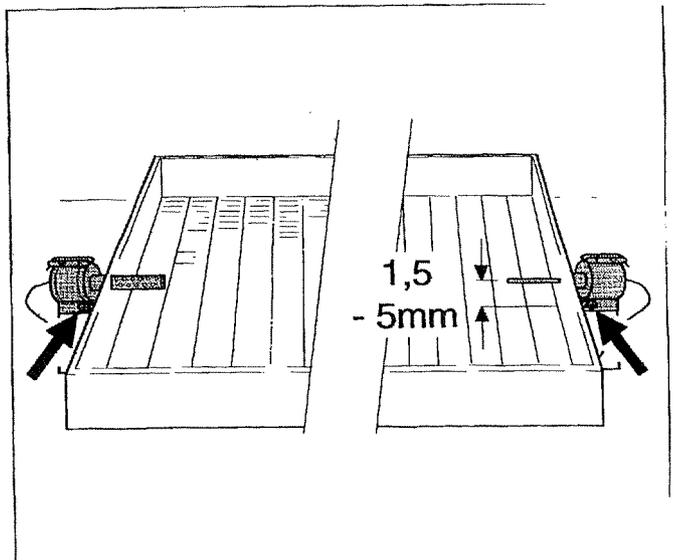

Fig. 32 Elettrodi di accensione a incandescenza e di ionizzazione
- ◆ Svitare di due giri le viti di fissaggio (Fig. 32).
- ◆ Rimuovere l'elettrodo di accensione ad incandescenza e l'elettrodo di ionizzazione (Fig. 32).